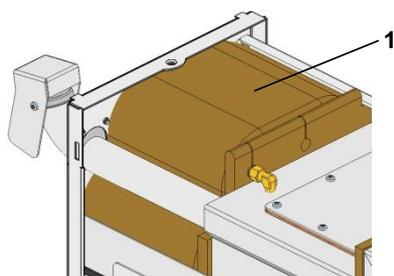
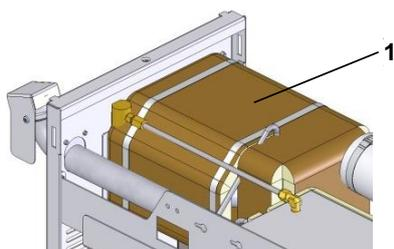

Fig. 1: Enlever l'isolation du 200T2
Fig. 2: Enlever l'isolation du 250T3
5. Enlever l'isolation (marquage 1 → Fig. 1 resp. Fig. 2).